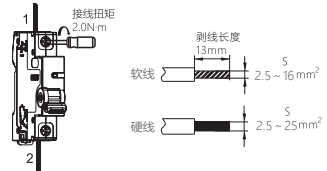

图5 接线方式
7.4 适用于铜导线连接，接线能力、接线方式及剥线长度示意 如下图5